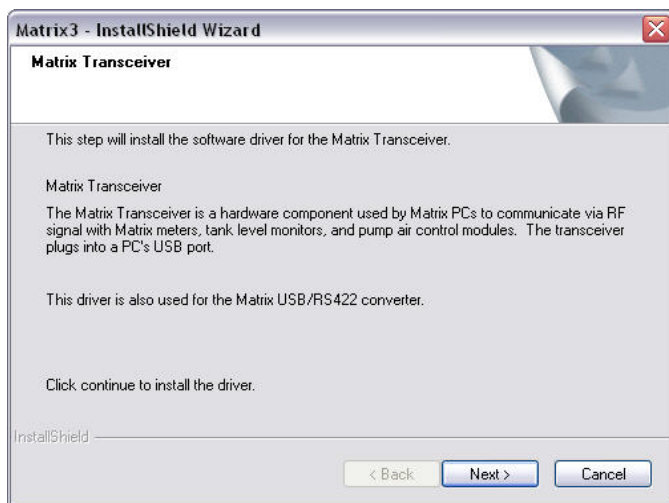

Рис. 20
13. Система настраивает конфигурацию базы данных Matrix. Когда появится экран «Matrix Transceiver» [Приемопередатчик Matrix] (Рис. 20), нажмите «NEXT» [ДАЛЕЕ], чтобы начать установку драйвера приемопередатчика.